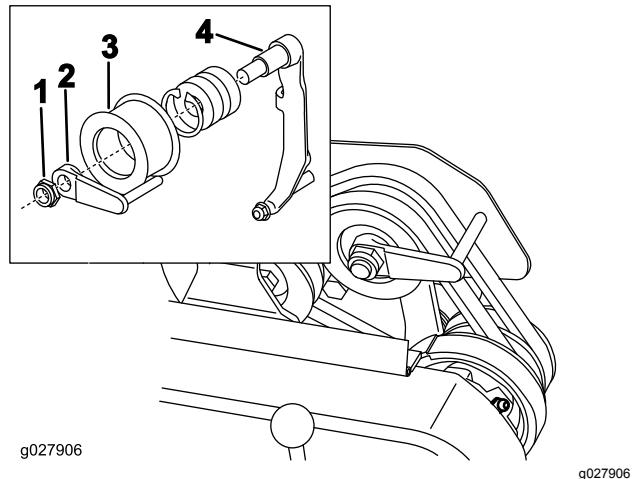

Рисунок 47
8. Для облегчения толкания или буксировки машины с выключенным двигателем отрегулируйте направляющую ремня (Рисунок 47, врезка) следующим образом: